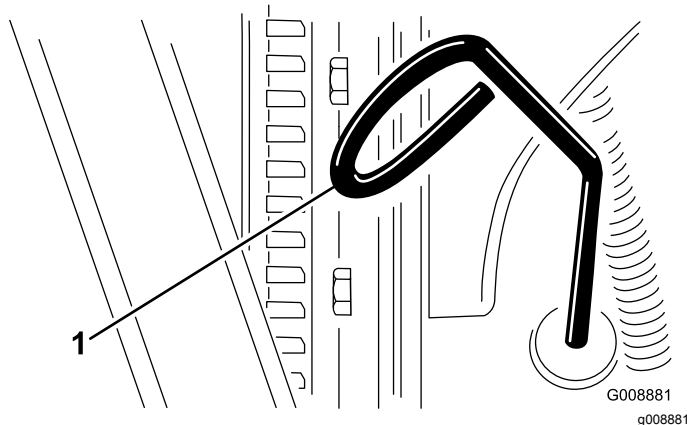

図 20
3. ディップスティックを抜き取り、付いているオイルをウェスで拭きとってもう一度差し込む(図 20)。